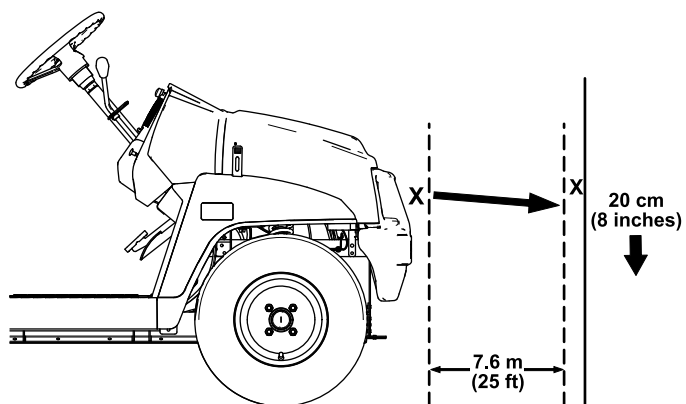

Bild 48
- Stellen Sie die Maschine auf einer ebenen Fläche ab, dabei sollte der Abstand der Scheinwerfer ca. 7,6 m von einer Wand entfernt sein (**Bild 48**).
Der hellste Teil des Scheinwerfers sollte 20 cm unter der Markierung an der Wand liegen (**Bild 48**).